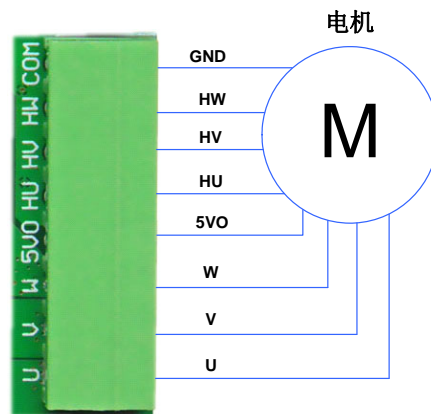

图 3.4 电机接线图
- 1) 断开驱动器电源。将电机的U、V、W三相电源线接到驱动器电机接口的U、V、W，将电机的霍号传感器电源线正负极(通常正极为红色，负极为黑色，具体参照电机的相关资料)分别接到驱动器霍号信号接口的 5VO和COM，霍号传感器的三霍尔位置信号线接到驱动器霍尔接口的HU、HV、HW，如图 3.4 所示。